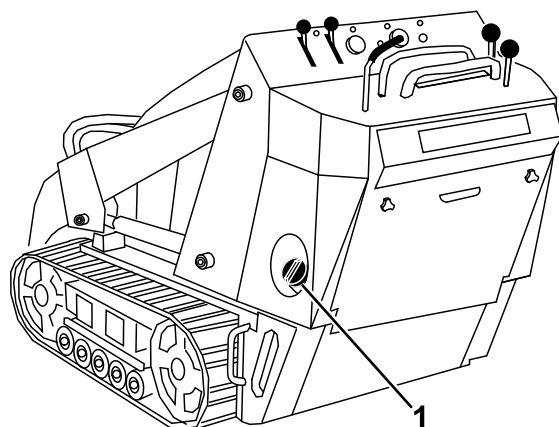

Figura 14
3. Pulite l'area attorno al tappo del serbatoio del carburante e rimuovetela (Figura 14).